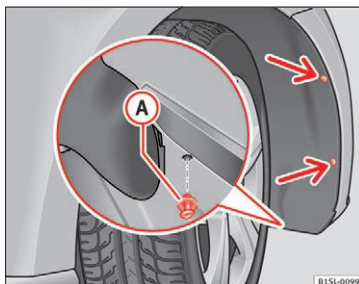
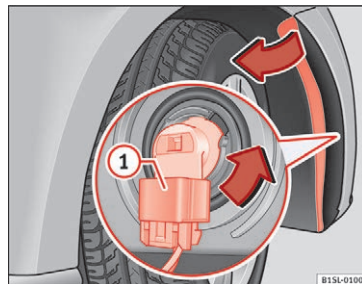

Fig. 86 I hjulkassen forrest i højre side: Sådan skrues skruerne (pile) ud, og sådan fjernes låseclipsen (A).
Fig. 87 Udskiftning af pære i forlygte
1. Skru to skruer til hjulkassebeklædningen » Fig. 86 (pile) ud med skruetrækkeren fra bilens værktøj » Side 71.
2. Skru låseclipsen forrest på hjulkassebeklædningen nederst (A) ud med skruetrækkeren fra bilens værktøj, og tag den helt ud » Side 71.
4. Løsn tilslutningsstikket » Fig. 87 (1), og træk det af.
5. Drej pæreholderen » Fig. 87 helt i pilens retning **mod uret**, og træk den bagud og ud sammen med pæren.
10. Sæt låseclipsen ind i hjulkassebeklædningen og stødfangeren, og tryk den helt i » **Fig. 86 A**.
11. Skru de to skruer » **Fig. 86** (pile) fast med skrue-trækkeren.